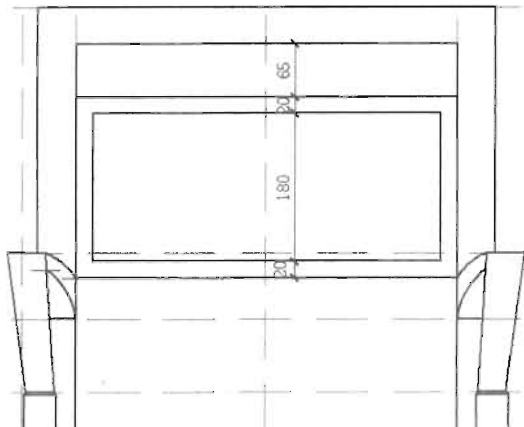

图 6-79
(2) 单击“修改”工具栏中的“修剪”按钮，剪掉多余线段，修剪成如图 6-79 所示的图形。